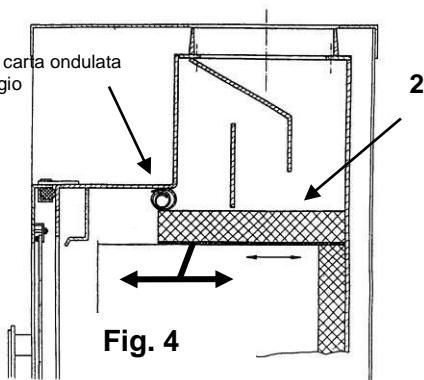

Fig. 4
- Prima di procedere all'accensione rimuovere il materiale di imballaggio del parafiamma sopra il focolare ed eventualmente anche il nastro adesivo del vetro senza lasciare residui (fig. 4).
Un buon utilizzo dell'apparecchio associato ad un'accurata pulizia e manutenzione garantiscono la stabilità dei valori e una lunga durata nel tempo dell'apparecchio. Ciò consente di risparmiare preziose risorse, rispettare l'ambiente ed evitare ulteriori spese. Per procedere alla pulizia tirare in avanti il parafiamma (fig. 4, n° 2). In questo modo è possibile pulire il giro fumi dall'interno o, rimuovendo il tubo di scarico, dall'alto.
Al termine dell'operazione di pulizia reinserire il parafiamma (fig. 4) nella posizione iniziale.